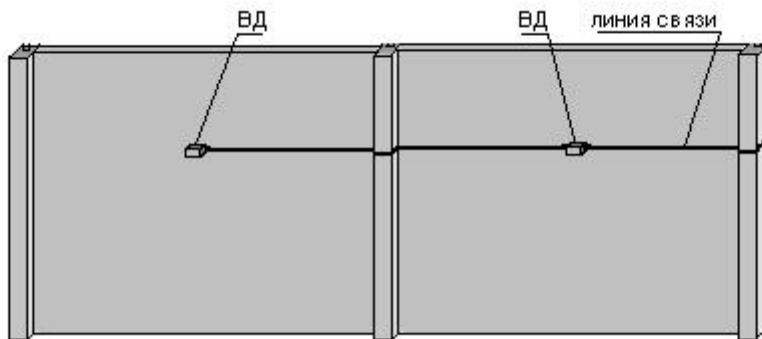
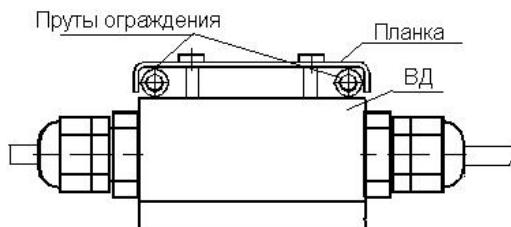

Рисунок 3.9. Способ установки ВД на жёстких ограждениях
Рисунок 3.10. Способ установки ВД на сетчатых ограждениях
**Датчики вибрационные ВД** являются альтернативой трибоэлектрическому кабелю. Хорошо подходят для защиты ограждений с толщиной прутка более 4 мм, деревянных сплошных ограждений и других. ВД устанавливаются из расчёта - один датчик на секцию ограждения по центру или ближе к верху (рисунок 3.9). На сетчатых ограждениях ВД крепят при помощи планки, входящей в комплект поставки ВД (рисунок 3.10). В случае, когда полотно менее жёсткое, датчики сдвигают ближе к опорам.